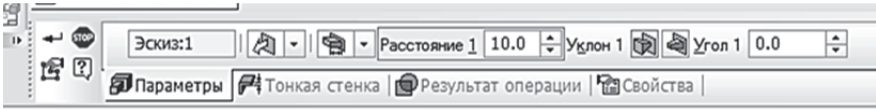
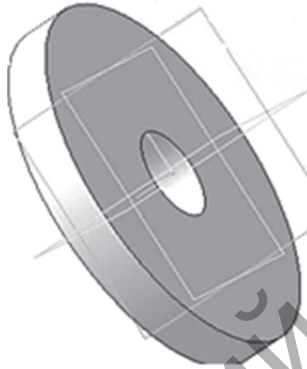

Рисунок 5.7
Рисунок 5.8
7. На панели редактирования детали щёлкните на кнопке «Операция выдавливания». Внизу экрана появляется панель свойств, на которой задайте параметры выдавливания: «Прямое направление»; «Расстояние 1» — 10,0 (рис. 5.7). Ввод параметров заканчивается щелчком на кнопке «Создать объект» (рис. 5.8).